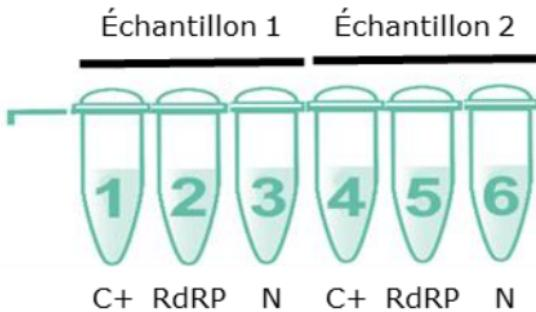

Figure 5: Une barrette de 6 micro-tubes permettant l'amplification de 3 séquences des gènes Alien RdRP et N (C+: contrôle positif) pour 2 échantillons.
- Pour les 2 échantillons en parallèle : l'amplification RT-LAMP avec le tampon réactionnel et les amorces réparties dans les micro-tubes (assay tubes), cf. Figure 5.
- Gène Alien : séquence non naturelle servant de contrôle positif du processus d'amplification - positions 1 et 4 sur la barrette de micro-tubes (cf. Figure 5).
- Gène RdRP : cible spécifique des betacoronavirus (β CoV) pathogènes pour l'homme appartenant aux groupes B et C (SARS-CoV-2, SARS-CoV et MERS-CoV) - positions 2 et 5 sur la barrette de micro-tubes (cf Figure 5)
- Gène N : cible spécifique au SARS-CoV-2 - positions 3 et 6 sur la barrette de micro-tubes (cf. Figure 5)
- c) Prélever un volume de 25 µL du tube orange avec la pipette de précision orange équipée d'un cône à filtre et déposer ce volume dans chaque micro-tube correspondant à l'échantillon testé (cf. Figure 5), soit :
Pour chacun des deux échantillons (se référer à la Figure 5 pour la position), l'interprétation des résultats doit être réalisée selon le tableau suivant :